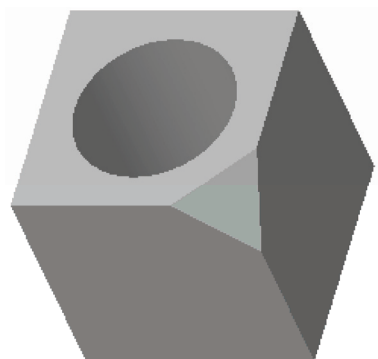

图 6-148 创建拐角倒角特征
STEP 05 单击“完成”按钮, 即可创建拐角倒角特征, 效果如图 6-148 所示。